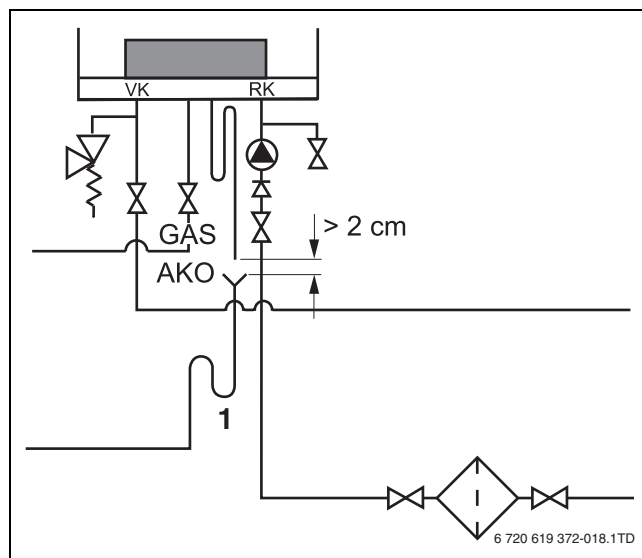
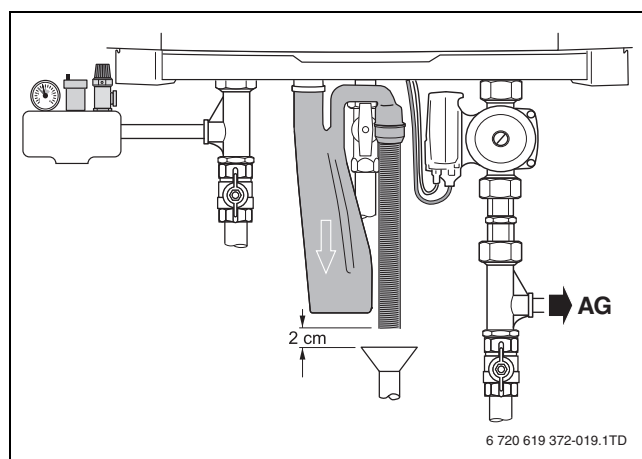

Bild 27 Siphon anschließen
Bild 28 Kondensatschlauch
- Kondensatschlauch am Siphon anschließen (→ Bild 27, [1] und Bild 28, [1]).
- Der Siphon darf keine feste Verbindung mit dem Kondensatschlauch haben. Der minimale Abstand zwischen dem Siphon und der Kondensatschlauch beträgt 2 cm (→ Bild 28, [1]).